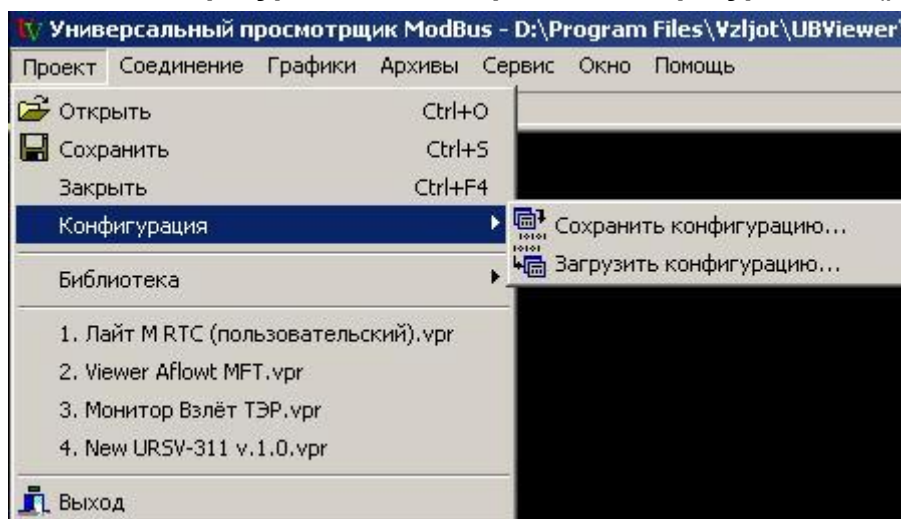

Рис.20. Окно «Универсальный просмотрщик»
- в программе «Универсальный просмотрщик» выбрать пункт «Проект» / «Конфигурация» / «Сохранить конфигурацию» (рис.20):
- в программе «Универсальный просмотрщик» (рис.20) выбрать пункт «Проект» / «Конфигурация» / «Загрузить конфигурацию» и выбрать файл конфигурации для загрузки (рис.23):